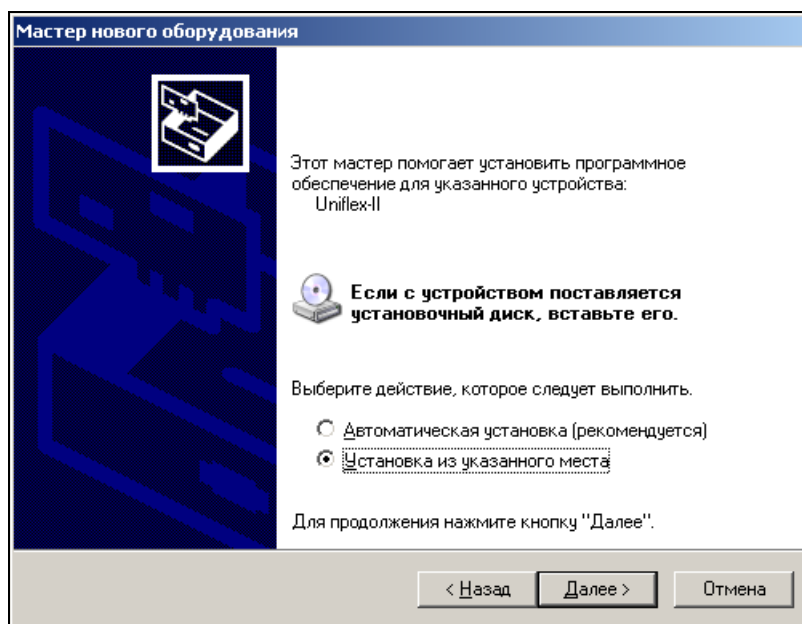

Рис. 5. Выбор источника установки
2. Установите переключатель в положение «Нет, не в этот раз» и нажмите кнопку **Далее >**. На экране появится окно, представленное на Рис. 5.